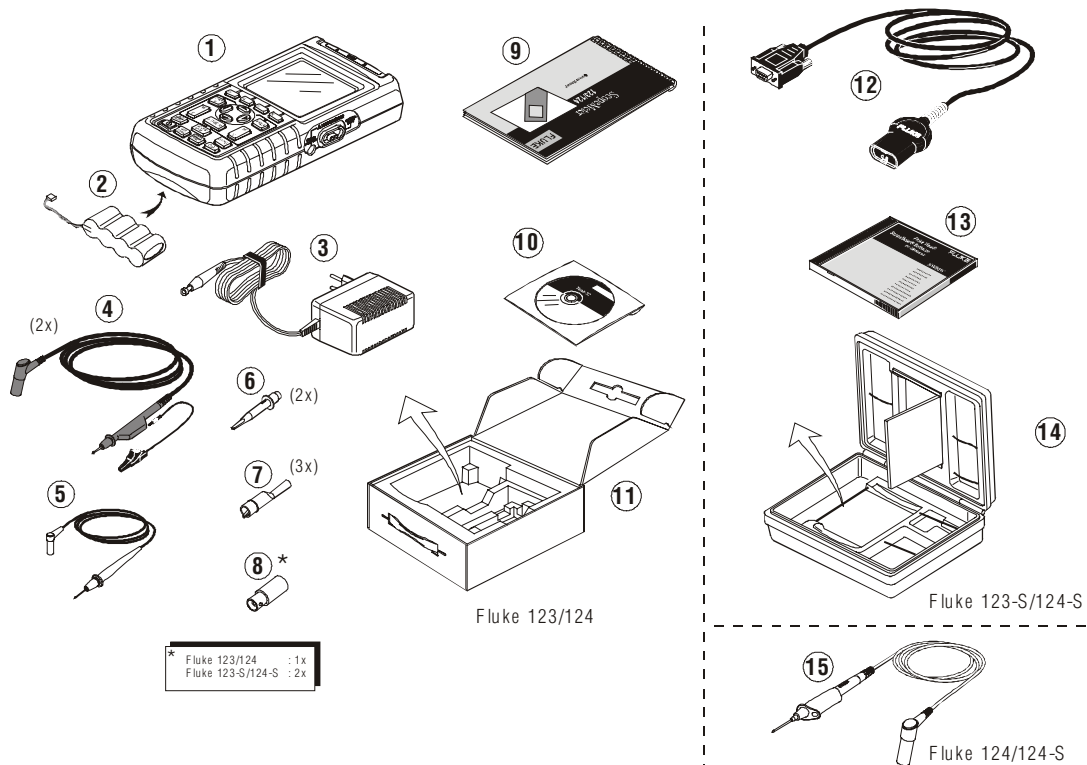

图 1. 示波数字表测试仪套件
测试仪套件箱装有下列部件。（见图 1）
- 不要将地线（图 1，第 5 项）连接至高于接地 **42 V (30 V rms)** 的电压。